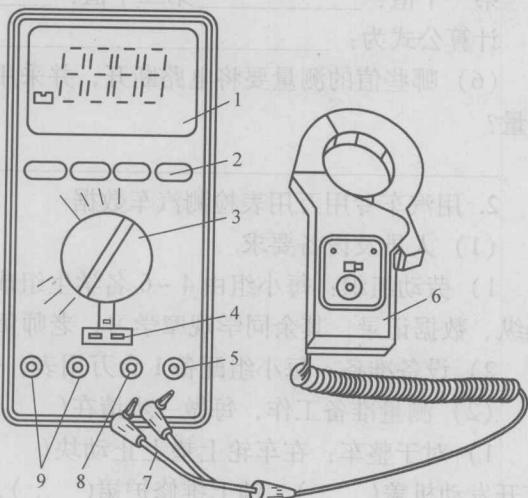

图1-1 普通汽车专用万用表
(1) 准备工具及设备：汽车专用万用表每2人1台。
(2) 请记录学习用汽车专用万用表的型号：\_\_\_\_\_。
(3) 请观察图1-1普通汽车专用万用表，按序号填写名称。